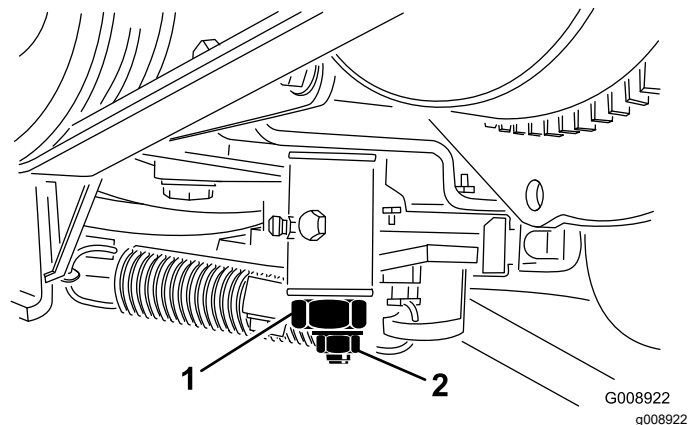

Figura 66
3. Afloje la contratuerca de la leva de ajuste de tracción (Figura 66).